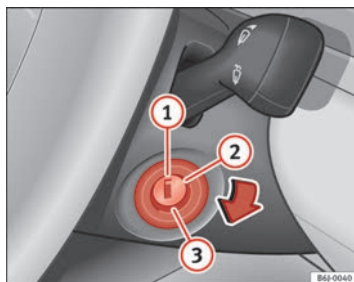

Fig. 98 Positions de la clé de contact
Dans cette position → fig. 98 l'allumage et le moteur sont déconnectés, ce qui peut bloquer la direction.
- Amenez la clé de contact en position ⇒ fig. 98 ②. Le témoin  s'allumera en cas de préchauffage du moteur.
- Lorsque le témoin s'éteint, tournez la clé en position ③ pour lancer le moteur sans appuyer sur l'accélérateur.
- Amenez la clé de contact en position ⇒ fig. 98 ①.